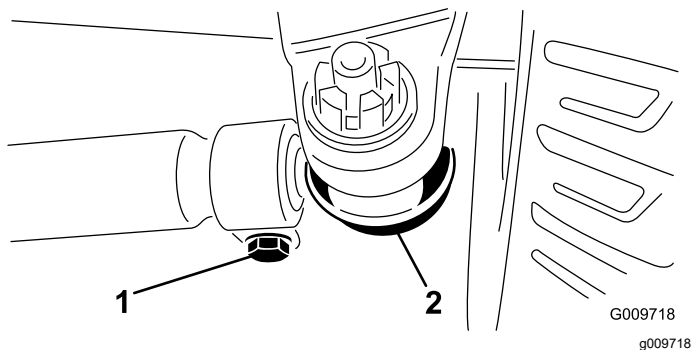

Bild 70
2. Entfernen Sie den Splint und die Mutter von einem der Spurstangen-Kugelgelenke (Bild 70). Entfernen Sie das Spurstangen-Kugelgelenk vom Achsständer.
3. Lockern Sie die Klemmen an beiden Enden der Spurstangen (**Bild 70**).